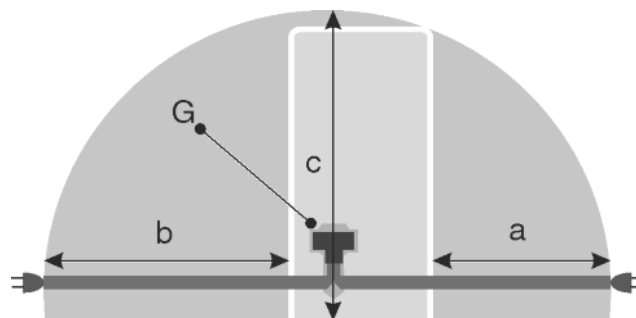

Fig. 27
- De contactdoos bevindt zich buiten het bereik van de achterzijde van het apparaat in het desbetreffende gedeelte *Fig. 27 (a, b, c)*.
- ▶ Breng de apparaatstekker *Fig. 27 (G)* aan de achterzijde van het apparaat aan. Let op het correct vastklikken.